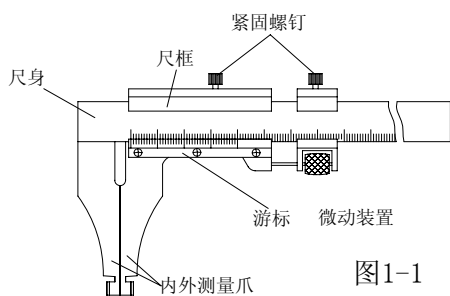

图1-1
1.面卡尺带有内外量爪，可以测量内侧尺寸和外侧尺寸（图 1-1）。